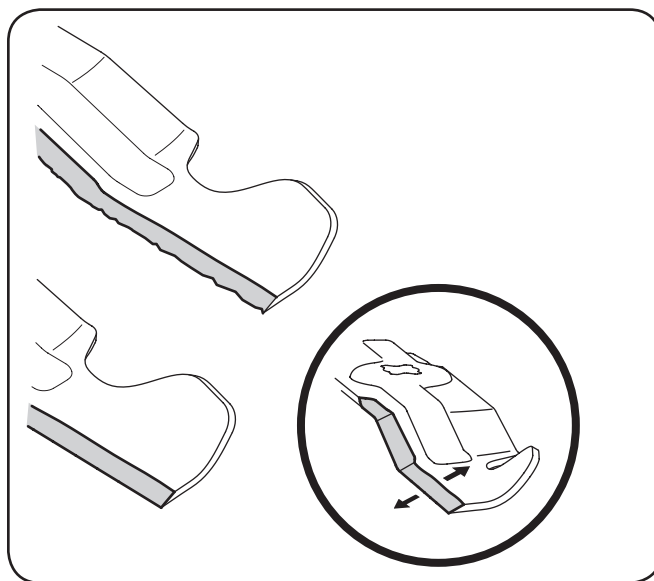

Figure 7-6
4. Pour aiguiser correctement les lames de coupe, aiguisiez les deux tranchants des lames de façon égale, parallèlement à la voile, à un angle de 25 à 30 degrés. Aiguisiez toujours chaque lame de coupe de façon égale pour assurer l'équilibre des lames. Voir Figure 7-6.